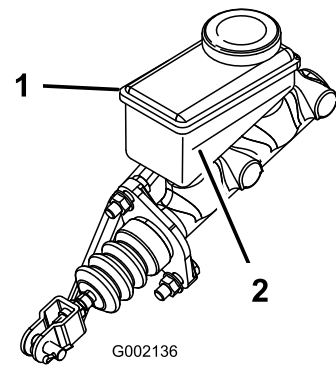

Figura 85
5. Osservate la linea del livello del fluido sul lato del serbatoio (Figura 85).
- B. Aggiungete il fluido dei freni DOT 3 al serbatoio, in modo che il livello del fluido sia superiore alla linea del minimo (Figura 85).